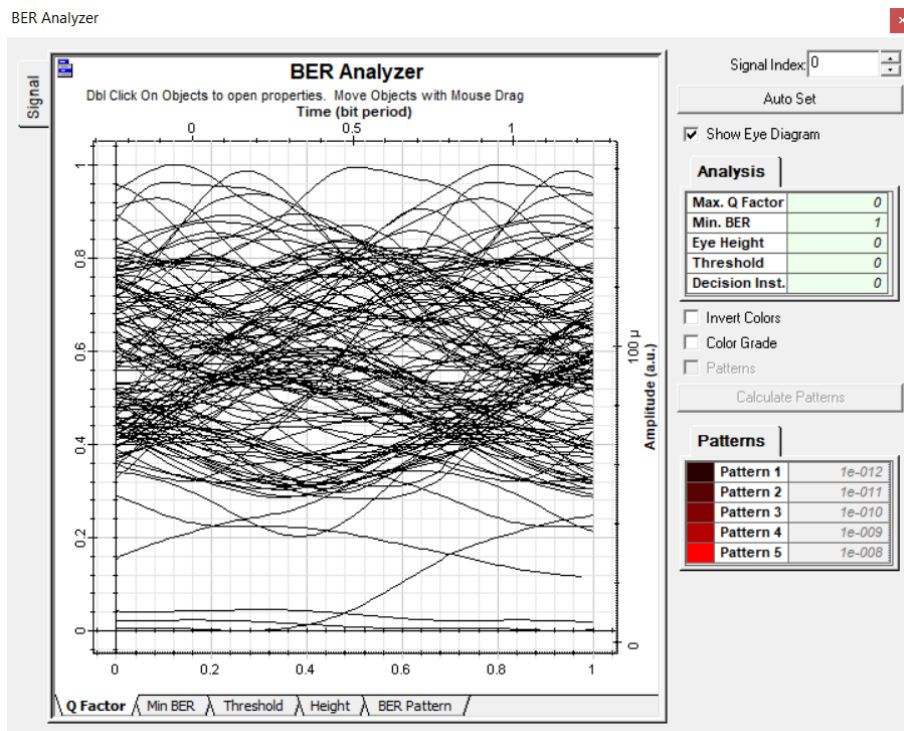

Figura 6: Diagrama del ojo con el uso de fuente LED y fotodetector APD
- \* Fotodetector APD: Como se muestra en la figura 6, el diagrama del ojo obtenido en recepción, al igual que el anterior, es irreconocible dadas las condiciones anteriores y que el APD, a pesar de su mejor comportamiento, no alcanza a detectar la pobre señal que le llega.